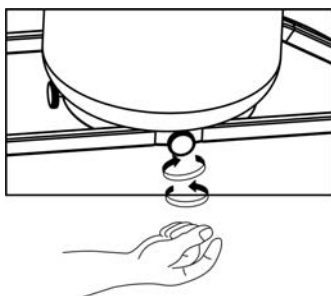

Figure 6
6. Serrer les tiges filetées qui se trouvent sur le plateau de la bonbonne (Figure 6) pour que la bonbonne de GPL ne puisse pas bouger. Ne pas enlever les capuchons en plastique qui se trouvent au bout des tiges filetées